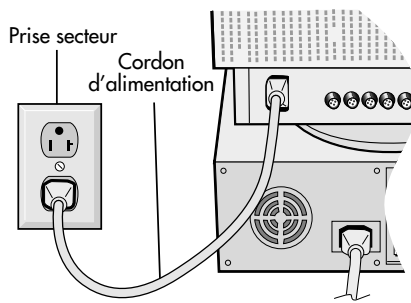

Figure D.1
4. Connecter une extrémité du cordon d'alimentation sur le moniteur MultiSync de série FP l'autre extrémité sur la prise secteur (**Figure D.1**).